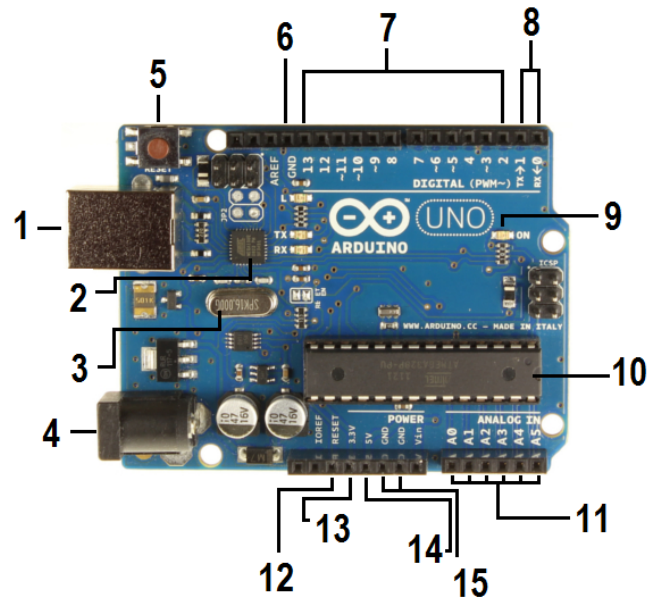

Figura 2: Arduino UNO.
- Preencha a Tabela 1, identificando cada elemento presente na placa do Arduino UNO, ilustrado na Figura 2.